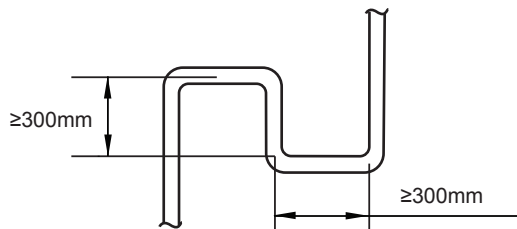

Figura 4.3
- Cuando la unidad exterior está por encima de la unidad interior y la diferencia de nivel excede de los 20 m, se recomienda establecer un sifón de aceite por cada 10 m de intervalo en el tubo de gas de la tubería principal. Las especificaciones recomendadas del sifón de aceite se muestran en la figura 4.3.
- Requisito 3:** La mayor diferencia de nivel entre la unidad interior y la unidad exterior no debe exceder los 90 m (si la unidad exterior está por encima) o los 110 m (si la unidad exterior está por debajo). Además: (i) Si la unidad exterior está por encima y la diferencia de nivel es mayor de 20 m, se recomienda que se establezca un sifón de aceite con las dimensiones que se especifican en la Figura 4.3 cada 10 m en la tubería de gas de la tubería principal; y (ii) si la unidad exterior está por debajo y la diferencia de nivel es de más de 40 m, la tubería de líquido de la tubería principal (L1) debe aumentar una medida.